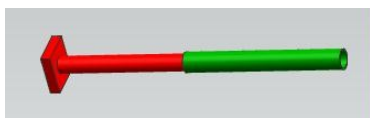

рис.6, вариант 1
•Создайте несложный механизм с одной кинематической парой типа *Ползун* (рис.6 – 10), и выполните его анимацию.